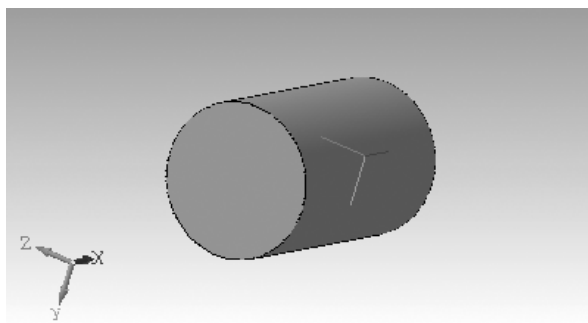

Рис. 3.83. Возможное состояние первой цилиндрической ступени после поворота
- нажмите левую кнопку мыши и, не отпуская ее, перемещайте указатель мыши так, чтобы стала видна нужная нам грань торца первой ступени. Возможное состояние первой цилиндрической ступени после поворота показано на рис. 3.83.